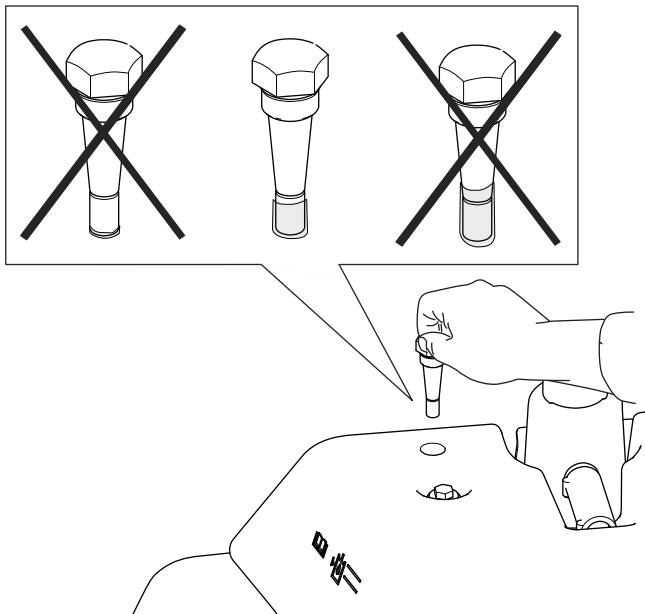

Bild 56
4. Nehmen Sie den Peilstab wieder heraus und prüfen Sie den Ölstand. Wenn er zwischen den zwei Markierungen am Peilstab liegt, ist der Stand ausreichend. Wenn der Ölstand nicht zwischen den Markierungen liegt, füllen Sie den Ölstand entsprechend auf (Bild 56).